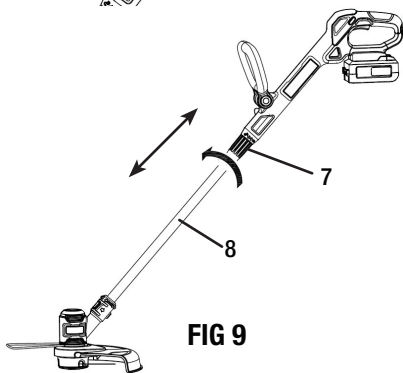

FIG 9
AJUSTE DEL PESO (FIG 9)
Para ajustar la altura de la orilladora de hilo, afloje el acoplador de eje (7) girándolo en el sentido de las agujas del reloj como se muestra en la Fig. 9, mueva el eje (8) hacia arriba y hacia abajo a la longitud deseada, apriete el acoplador girándolo en sentido contrario a las agujas del reloj.